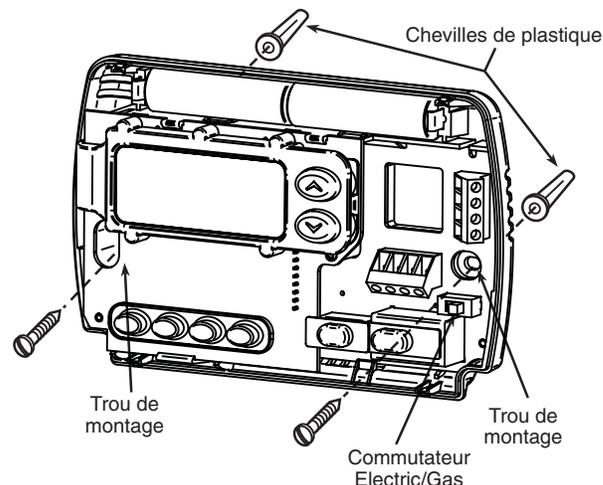

Figure 1. Socle du thermostat
Ce thermostat a été configuré à l'usine pour les installations de chauffage et de climatisation à combustible fossile (gaz, mazout, etc.) et à air pulsé. Il est configuré convenablement pour tout système NE nécessitant PAS que le thermostat alimente le ventilateur lors d'un appel de chaleur. Si vous disposez d'une installation de chauffage électrique ou d'une thermopompe à un étage NÉCESSITANT que le thermostat alimente le ventilateur lors d'un appel de chaleur, localiser le **commutateur ELECTRIC/GAS** situé à l'arrière du thermostat (voir fig. 1) et le faire passer à la position **ELECTRIC**. Ainsi configuré, le thermostat met le ventilateur en marche dès l'appel de chaleur. En cas d'incertitude concernant la nécessité pour le système de chauffage ou de climatisation de commander le ventilateur, communiquer avec un entrepreneur agréé.
5. En se servant des deux vis de montage, fixer le socle de la façon illustrée à la figure 1, sans le serrer à fond. Placer un niveau sous le socle et ajuster ce dernier pour qu'il soit de niveau, puis serrer les vis à fond. (La mise à niveau n'est qu'esthétique et n'influence
Si l'indication **BATT** s'affiche, cela signifie que les piles sont faibles et qu'il faut les remplacer. Installer les nouvelles piles alcalines Energizer® de format AA le long de la partie supérieure du socle (figure 1). Prendre soin de les poser avec le pôle positif (+) à gauche.